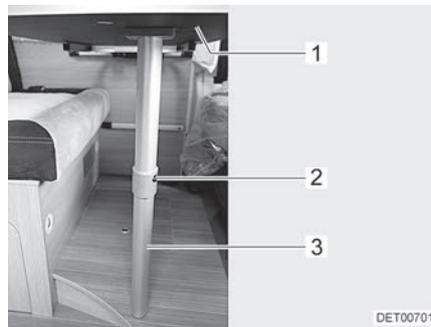

Fig. 59 Base de cama
- Levantar ligeramente por delante el tablero de la mesa (Fig. 59,1).
- Presionar el botón de desbloqueo (Fig. 59,2) y abatir 90° la parte inferior de la pata de apoyo articulada (Fig. 59,3).